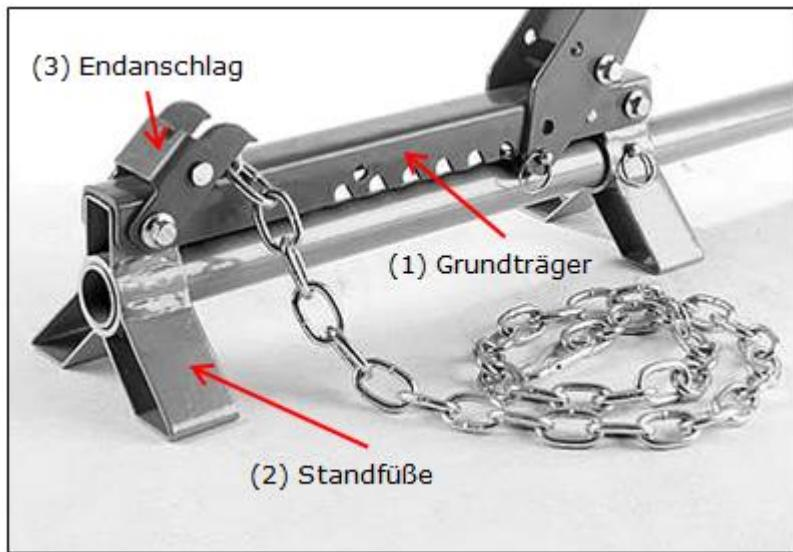

Figura 1
1. Primero monte el soporte base (1) en los pies (2) con el tope final (3). Para hacer esto, use los tornillos suministrados (M10*55, arandelas M10 y los tornillos M10 que se montan en direcciones opuestas. Consulte la Figura 1 para ver la estructura correspondiente.